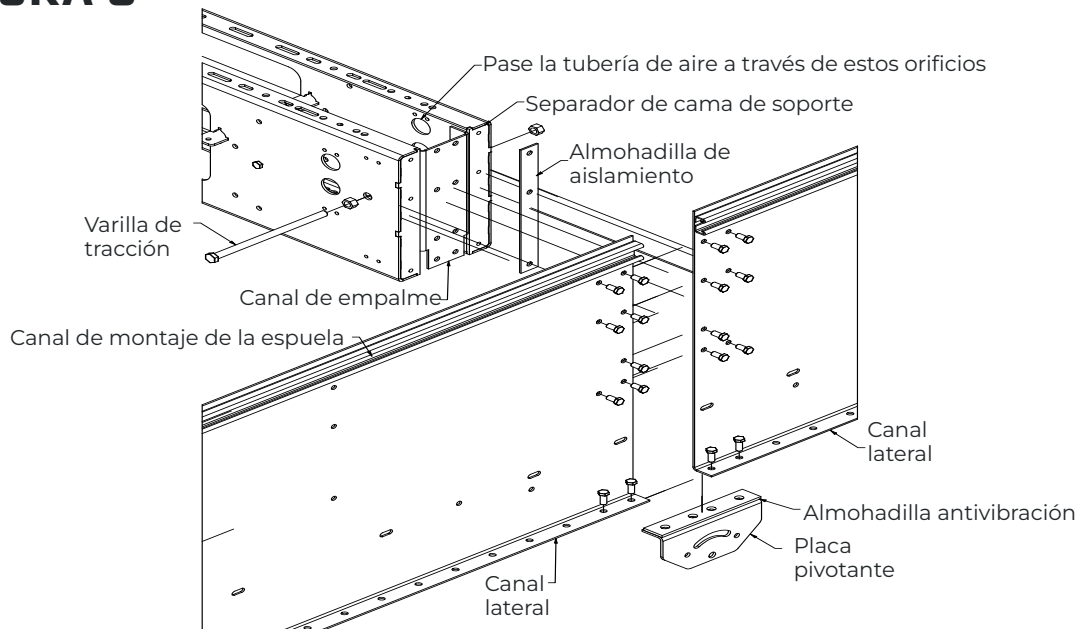

FIGURA 4
9. Use el conjunto de barra de alineación de extrusión en cada unión para alinear la extrusión (Figura 4).
10. Revise la alineación de la tira de desgaste en todas las uniones de sección. Lije la tira de desgaste según sea necesario para proporcionar una superficie de desgaste suave (Figura 4).